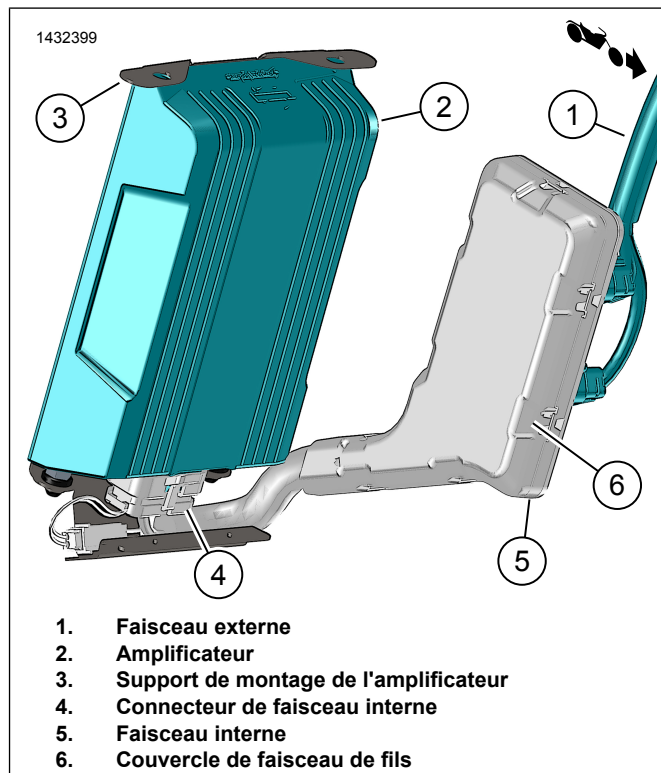

Figure 14. Ensemble amplificateur de sacoche droite
6. Figure 14 Raccorder le connecteur du faisceau intérieur (4) à l'amplificateur (2).
10. Figure 14 Installer le couvercle du faisceau de fils (6).